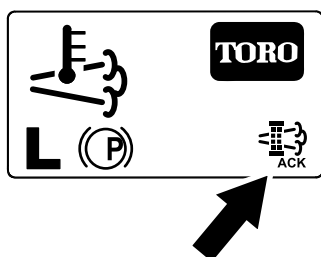

Figura 49
8. O InfoCenter apresenta o Ecrã inicial e o ícone de confirmação da regeneração (Figura 49) surge no canto inferior direito do ecrã enquanto a regeneração é processada.